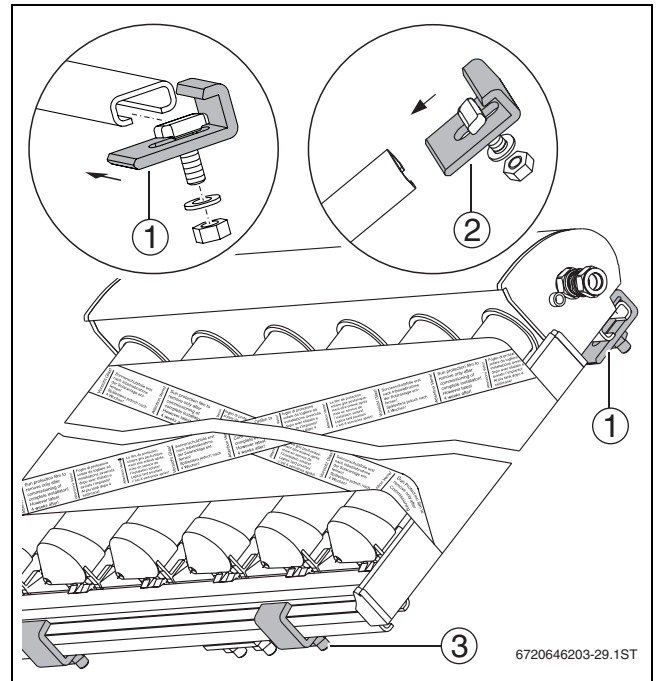

Bild 31 Kollektor auf waagerechte Schienen befestigt
- ▶ Haltekrallen oben mit Schlüssel SW17 festziehen (→ Bild 31).